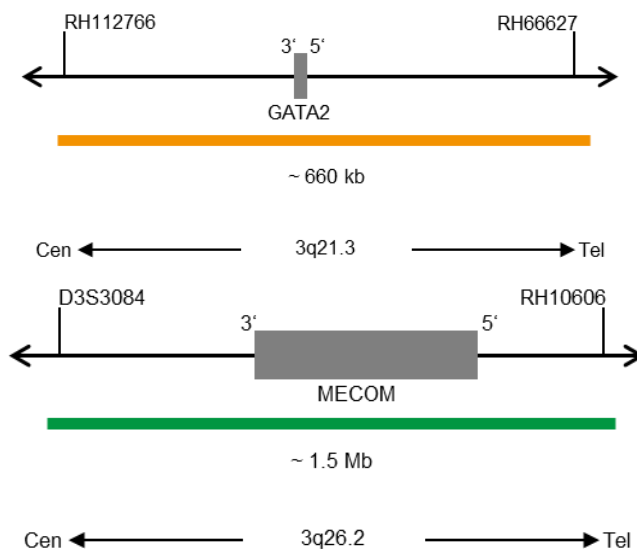

Fig. 1 : En haut : Carte de la sonde SPEC GATA2 ; En bas : Carte de la sonde SPEC MECOM (pas à l'échelle)
- Polynucléotides marqués au ZyOrange (excitation 547 nm/émission 572 nm) (~6 ng/ μ l), qui ciblent une séquence de 3q21.3* (chr3:127,902,316-128,564,215) hébergeant la région du gène GATA2 (voir figure 1).
- Polynucléotides marqués au ZyGreen (excitation 503 nm/émission 528 nm) (~12 ng/ μ l), qui ciblent une séquence de 3q26.2* (chr3:168,249,484-169,743,447) hébergeant la région du gène MECOM (voir figure 1).